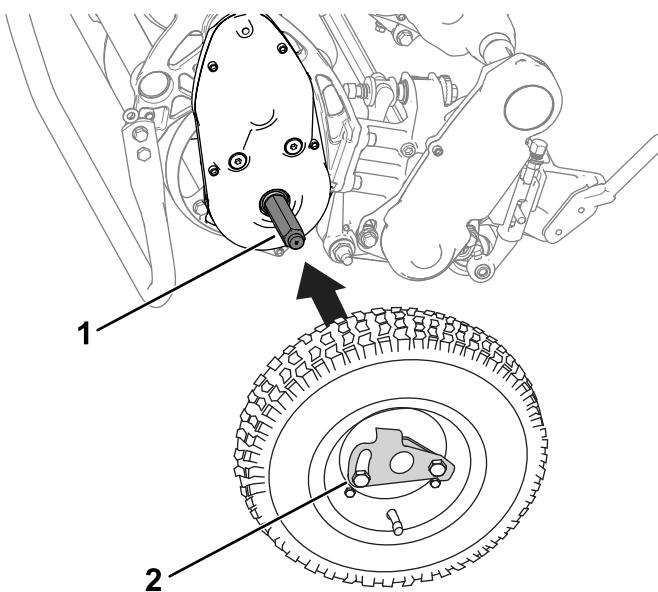

图 26
2. 将行走轮滑动到轴上 图 26。
3. 转动行走轮锁定夹 图 26使其离开轮的中心将行走轮滑动到轴上。